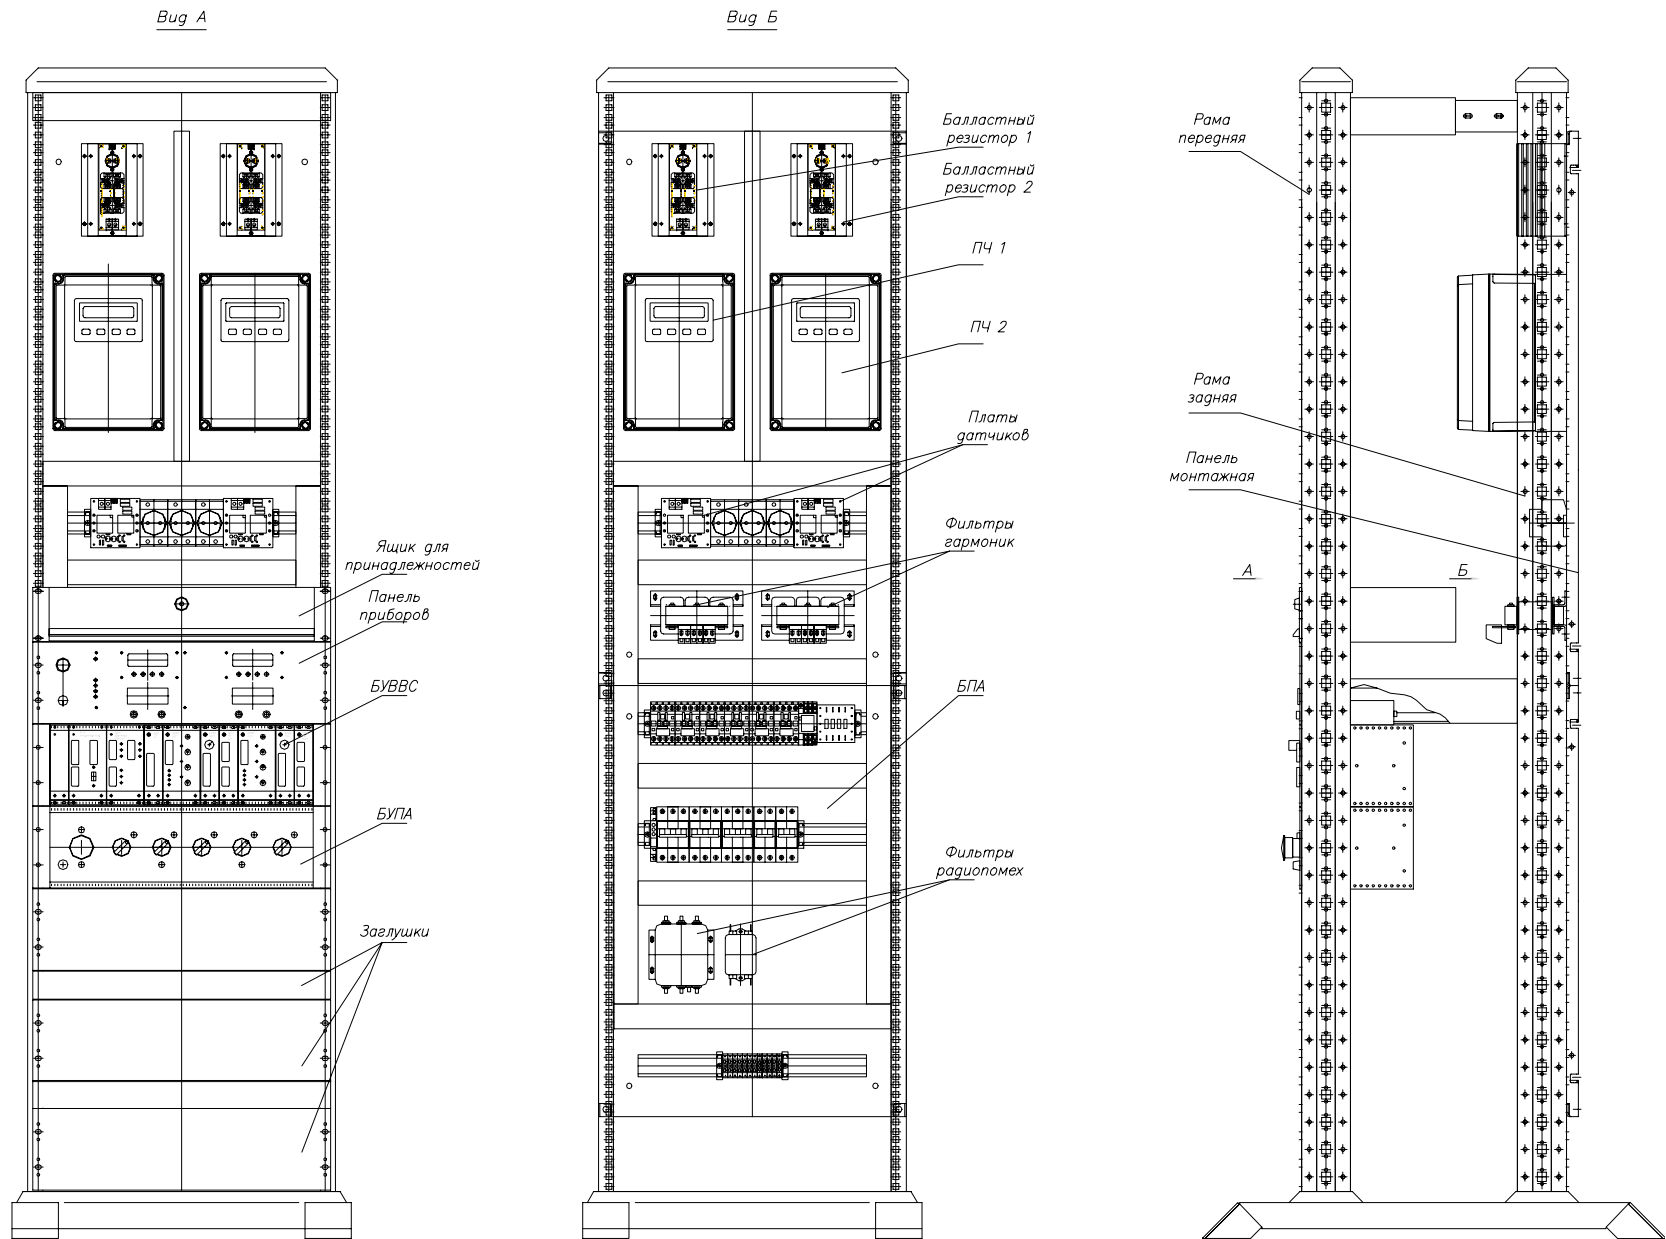

Рис. 4.3 Стойка электрооборудования стенда
**Электрооборудование** стенда размещено в открытой 19” стойке с дополнительной монтажной рамой (см. рис.4.3). Габаритные размеры 1900x550x750 (ВxШxГ).